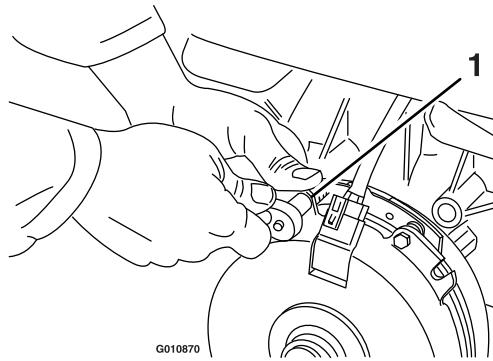

図 57
- A. 図57に示すように、両方のブレーキ取り付けボルトを1/2-1回転ゆるめる。